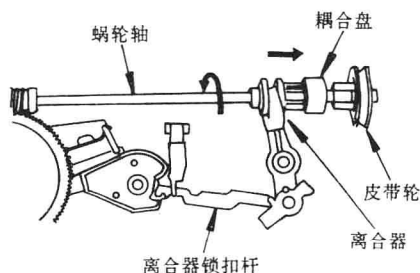

图5 手动退带出盒方法之二
(2) 带盒仓机构退带出盒法如图5。将装盒皮带拆去后，旋转耦合盘使带盒升起，再按图中箭头A的方向推压离合器，使之与耦合盘耦合，最后按箭头B的方向满旋蜗轮轴，直到把带盒推出带盒仓的插入口。
(3) 手动装盒。将磁带盒平推进带盒仓机构的入口，同时按上面退带出盒的方法，反